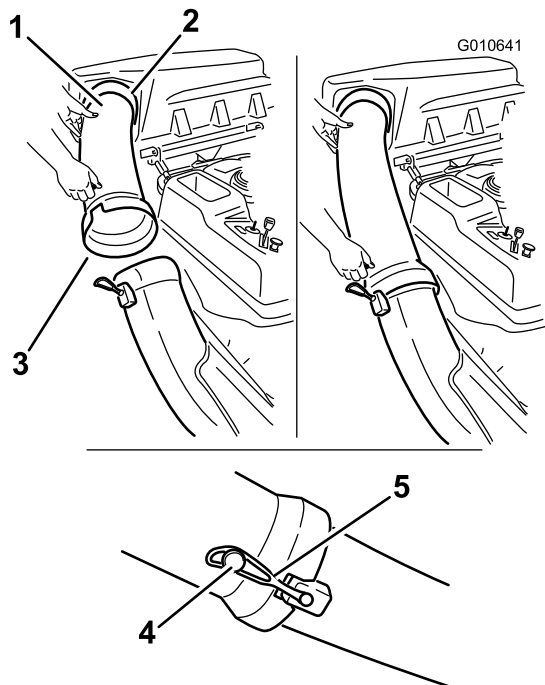

Figure 19
1. Glissez l'extrémité courbe du tube d'éjection dans l'ouverture du couvercle du système de ramassage (Figure 19).
2. Glissez l'extrémité évasée du tube d'éjection sur l'extrémité de la goulotte. Accrochez la sangle en caoutchouc de la goulotte à l'ergot situé sur le tube d'éjection pour la fixer en position (Figure 19).